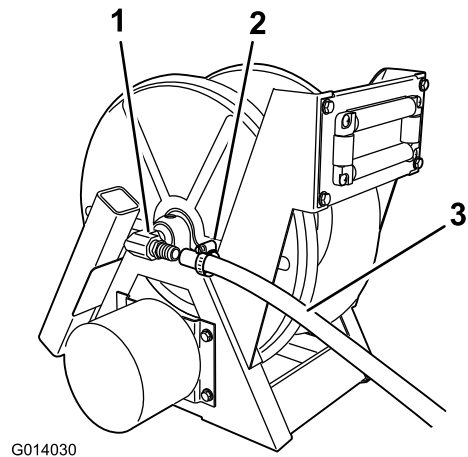

Figura 11
3. Instale a extremidade do tubo sobre o dente do lado direito do depósito ao lado do conjunto da bobina de tubagem (Figura 11).